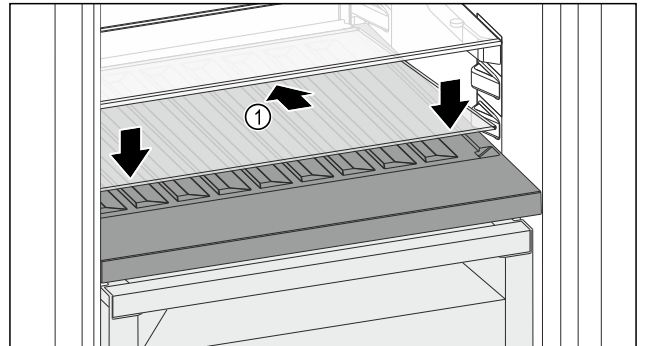

Fig. 99
- ▶ Helyezze be ferdén, hátul lefelé döntve az üveglapot Fig. 99 (1).
- ▶ Engedje le az üveglap Fig. 99 (1) elejét.